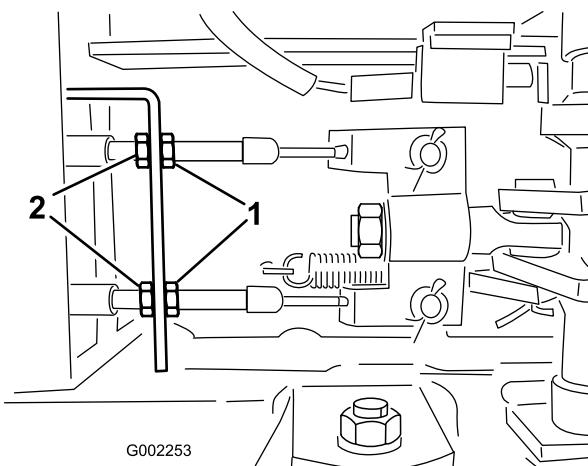

図 54
5. ブレーキ・ケーブルの車両前端側にある前ナットをゆるめる（図 54）。
6. 後ナットを均等に締めて、ブレーキ・ペダルの遊びを1~2 cm に調整する（図 54）。